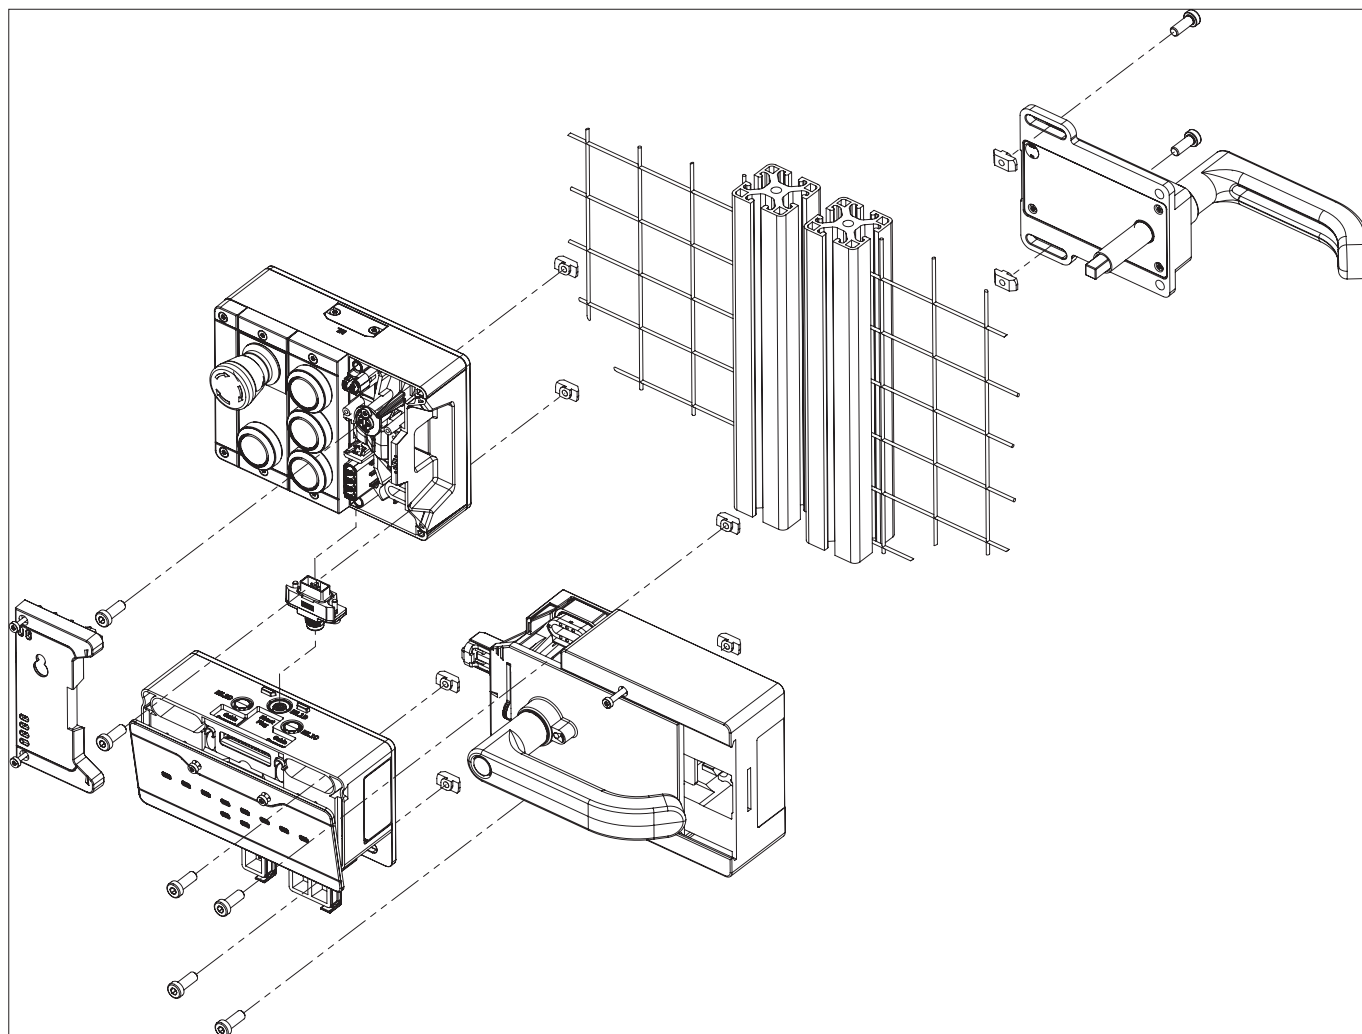
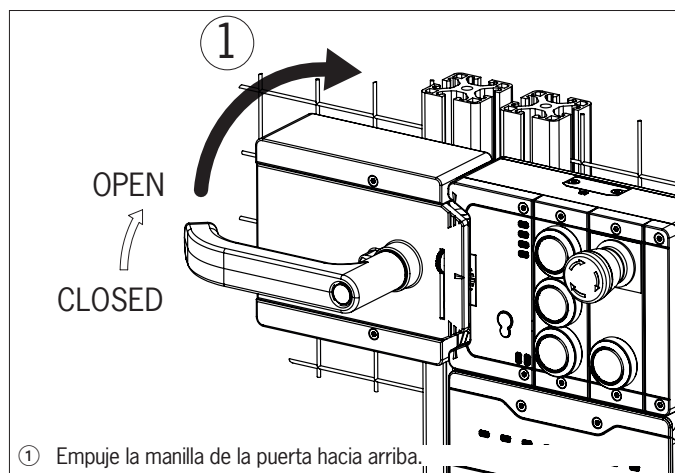
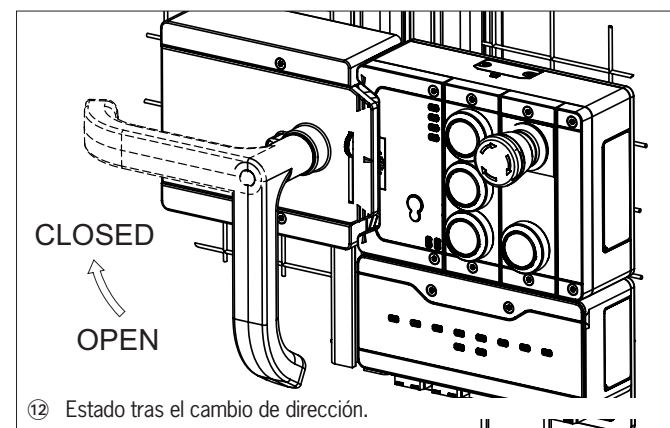

Fig. 9: Ejemplo de montaje para puertas con sujeción a la derecha (representación esquemática)
Fig. 11: Cambio de la dirección de accionamiento, paso ①
Fig. 16: Cambio de la dirección de accionamiento, estado final
- Alinee el eje del dispositivo de desbloqueo antipánico en ángulo recto con el módulo con manilla. Véase la Fig. 9.
- Durante el montaje, asegúrese de que la orientación sea correcta. Utilice como guía los indicadores de orientación que hay en la carcasa del módulo de enclavamiento o bloqueo y en la carcasa del módulo con manilla (véase la Fig. 9).
Para los pasos de montaje, consulte la Fig. 9 y de la Fig. 11 a la Fig. 16.
- El sistema se monta de forma invertida para las puertas con sujeción a la izquierda. Es decir, el resguardo se abre presionando hacia arriba la manilla de la puerta (consulte la Fig. 11). Por este motivo, es necesario cambiar la dirección de accionamiento de la manilla (véase de la Fig. 11 a la Fig. 16).